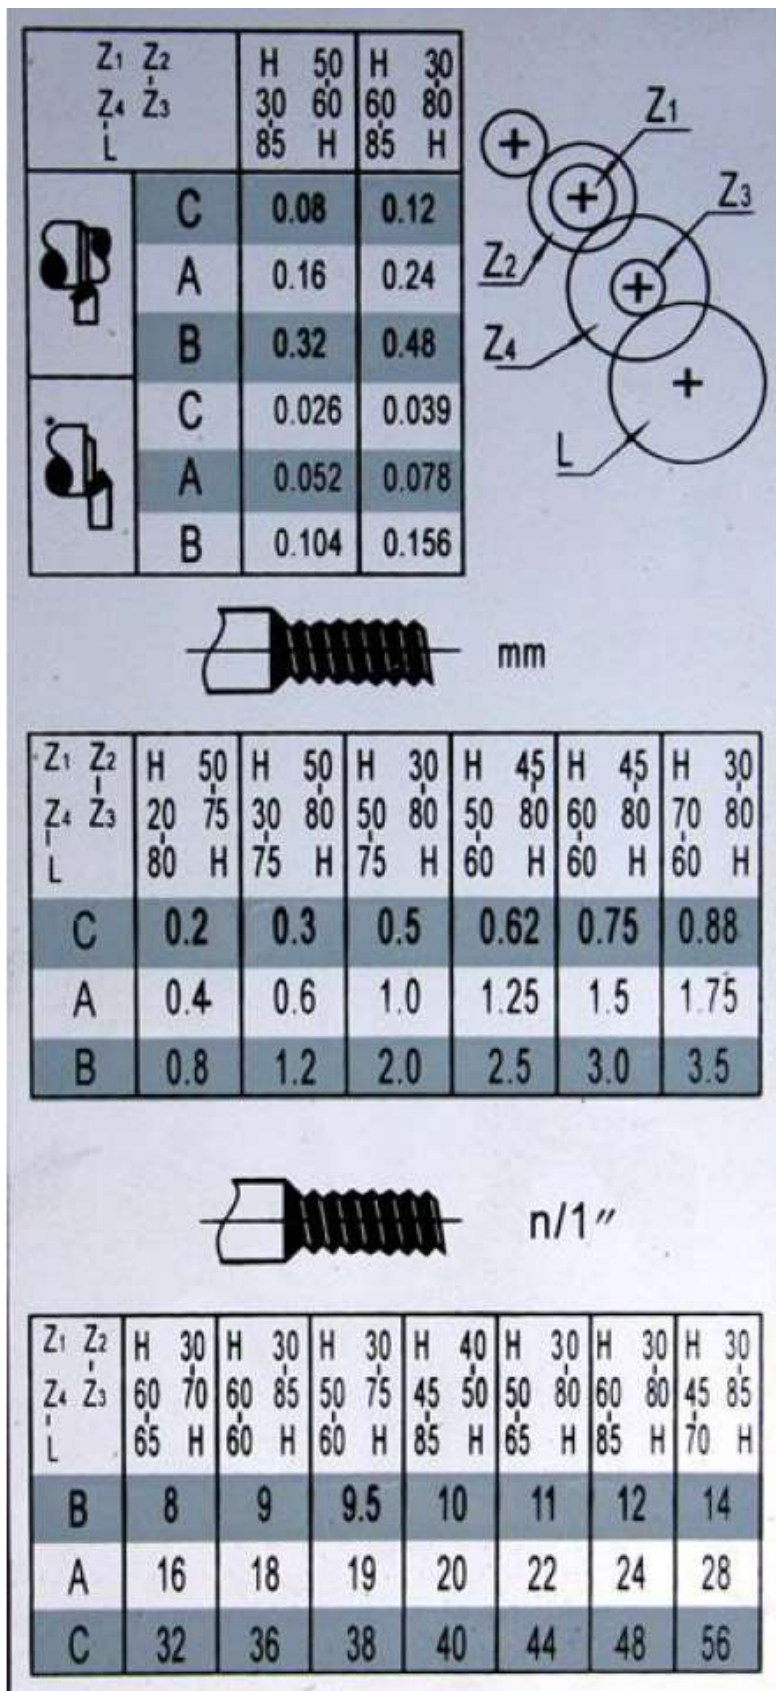

Fig. 24
6. Installez les couples d'engrenage selon le tableau de filetage et d'avance (Fig. 24) et vissez de nouveau les roues dentées sur la lyre.
Réglez la machine au pas de filetage souhaité (conformément au tableau de filetage, (Fig. 24). Démarrez la machine et engagez le demi-écrou. Lorsque l'outil atteint la pièce, il exécute la première passe de filetage. Lorsque l'outil atteint l'extrémité de la coupe, arrêtez la machine en coupant le moteur et en même temps, retirez l'outil de la pièce pour le dégager du filet. Ne dégagez pas le levier du demi-écrou. Inversez le sens du moteur pour permettre à l'outil de coupe de revenir au point de départ. Répétez ces étapes jusqu'à obtention des résultats souhaités.